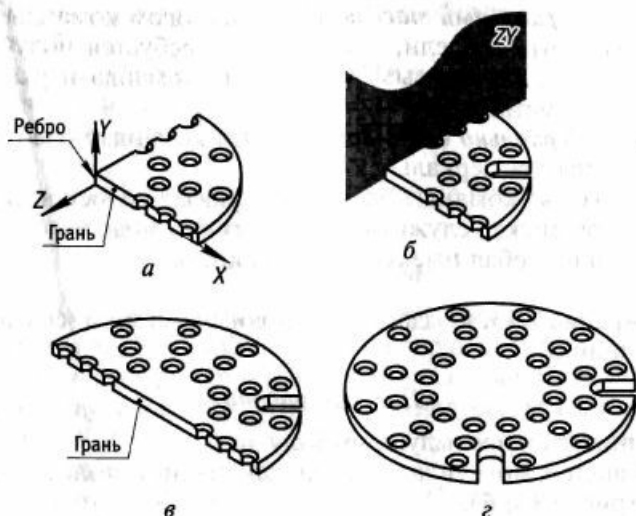

Рис. 7.14. Массив по кольцевой сетке и зеркальное копирование:
1. Откройте новый файл и выполните модель основания детали в виде четверти цилиндра диаметром 110 мм и высотой 5 мм (рис. 7.14).
3. Выделите исходный элемент (отверстие) и вызовите команду *Массив по концентрической сетке*. Установите следующие параметры: радиальное направление — шаг 12 мм, количество 3; кольцевое направление — шаг 90° , количество 4. В качестве оси копирования укажите ребро, образованное пересечением двух плоских граней. После нажатия кнопки *ОК* на экране появится модель детали (рис. 7.14, а).
2. Добавьте к модели детали еще какой-нибудь элемент, например паз (рис. 7.14, б).
5. Назначьте в качестве плоскости симметрии профильную плоскость (ZY). На экране появится фантом копии.
6. Создайте объект (рис. 7.14, в).
8. Укажите диаметральною грань модели и нажмите кнопку *Создать объект* (рис. 7.14, г).
К конструктивным (вспомогательным) элементам относятся специально введенные оси и плоскости. Они не являются элементами модели и служат лишь для удобства построения самой модели. Ранее был рассмотрен процесс построения модели детали, у которой отверстия расположены в виде концентрических окружностей. Так как команда *Массив по концентрической сетке* требует указания оси, относительно которой строится этот массив, пришлось построить часть детали в виде сектора и за ось взять ребро детали. При наличии оси у модели можно было бы сразу построить окончательный вид модели (см. рис. 7.14, з). Кроме того, конструктивные оси зачастую служат базовыми элементами при создании сборок. Вспомогательные плоскости как правило служат для создания на модели всевозможных дополнительных элементов (бобышек, пазов и т.п.).